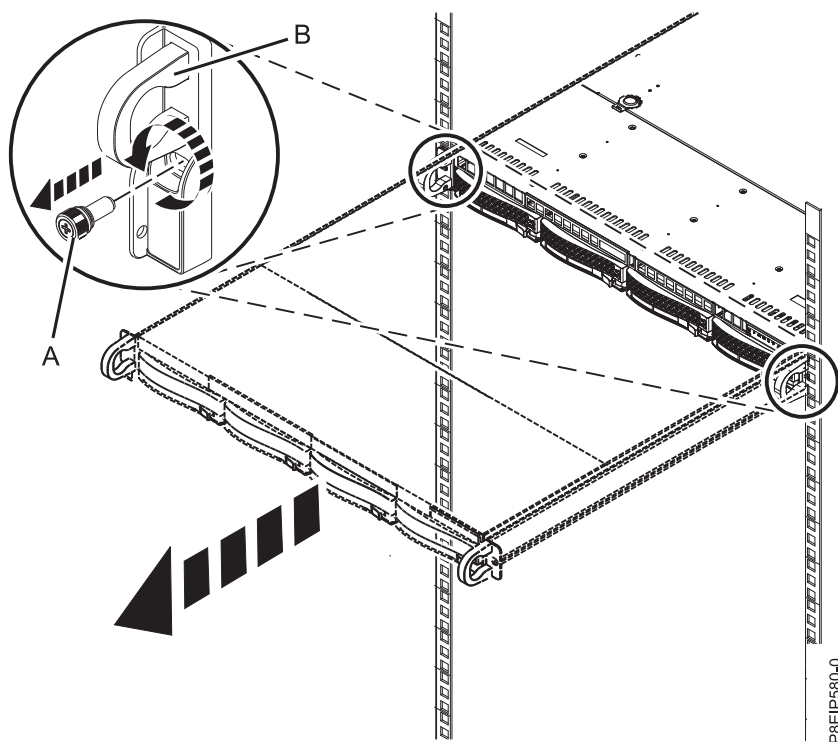

Figura 59. Removendo os parafusos frontais e removendo o sistema do rack
2. Remova os parafusos frontais que prendem o sistema ao rack de ambos os lados do sistema, conforme mostrado na Figura 59 na página 96.